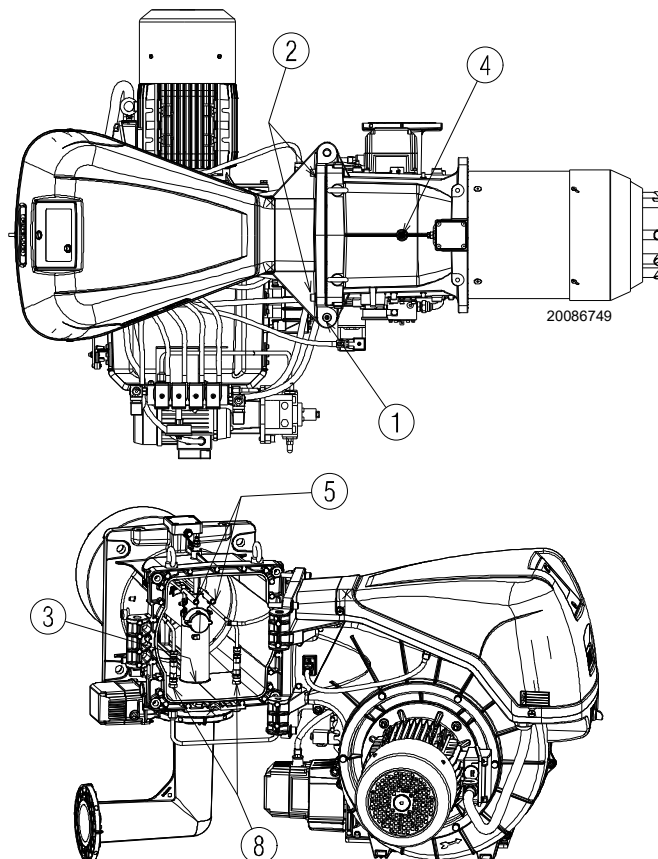

Fig. 17
El quemador sale de fábrica preparado para la apertura hacia la derecha, manteniendo por tanto el perno 1)(Fig. 17) en su alojamiento.
- C** Abrir el quemador completamente como en Fig. 17;
Para la apertura del quemador por el lado opuesto, antes de quitar el perno 1)(Fig. 17), verificar que los 4 tornillos 2) estén apretados. Después, desplazar el 1) hacia el lado opuesto, solo entonces será posible quitar los tornillos 2). Desconectar la toma 20)(Fig. 4 en la pág. 11) del presostato gas de máxima, después, proceder como se describe arriba en el punto **C**).